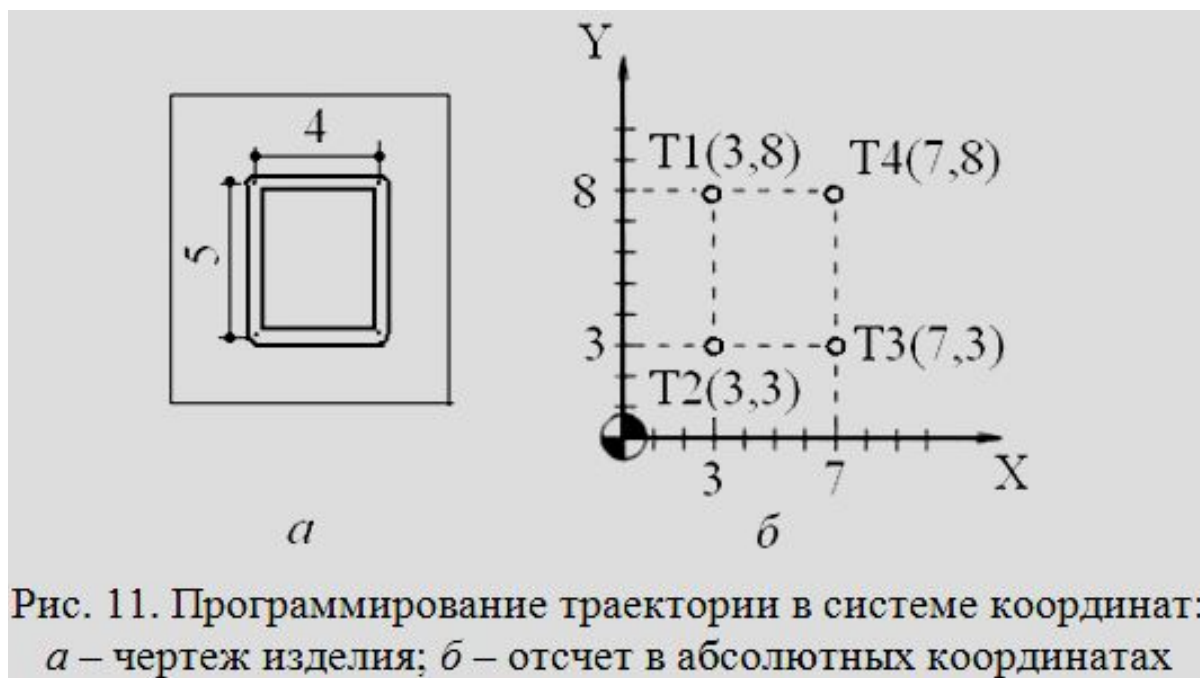

Рис. 11. Программирование траектории в системе координат:
- На рис. 11а показана деталь, в которой выполнен замкнутый паз глубиной 5 мм. Для программирования координаты характерных точек паза можно определить, используя абсолютный или относительный (инкрементальный) способы измерения.
С учетом полученных результатов табл. 4 составим фрагмент программы обработки паза, показанного на рис. 11а.